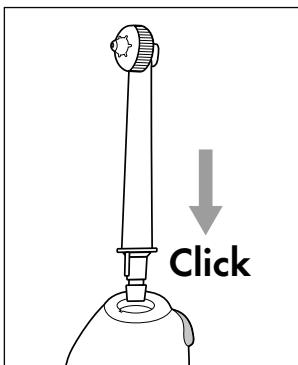

Abb.2
- Tauschen Sie die Aufsteckdüsen ❷ bei täglicher Benutzung spätestens nach sechs Monaten aus.
- Verwenden Sie nur Original-Aufsteckdüsen ❷. Informationen zur Bestellung von Ersatz-Aufsteckdüsen ❷ finden Sie im Kapitel **Ersatzteile bestellen**.
- ◆ Achten Sie darauf, dass das Gerät ausgeschaltet ist, bevor Sie die Aufsteckdüse ❷ aufstecken oder abnehmen.
- ◆ Stecken Sie eine Aufsteckdüse ❷ auf das Handteil ❻. Drücken Sie die Aufsteckdüse ❷ in die Öffnung, bis die Aufsteckdüse ❷ hörbar im Handteil ❻ einrastet. Achten Sie dabei auf die richtige Position der Führungsnase am unteren Ende der Aufsteckdüse ❷ und der entsprechenden Aussparung in der Öffnung am Handteil ❻ (siehe Abb. 2).